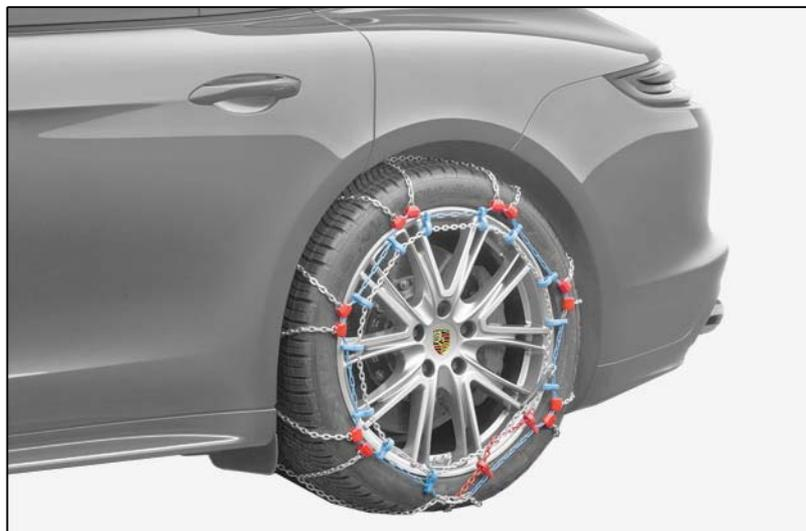

Bild 1
Hinweise: An der Hinterachse des Panamera (971) mit folgenden Winterrädern können Schneeketten montiert werden (⇒ *Bild 1*):